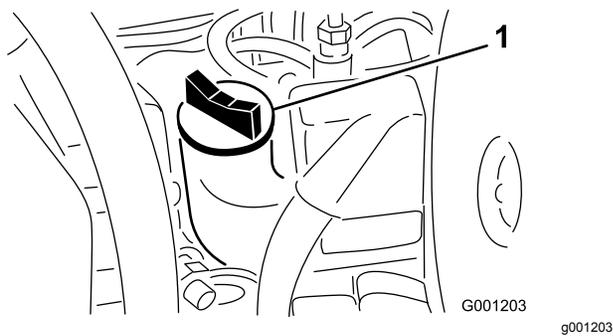

Figura 48
4. Si el nivel de aceite está por debajo de la marca Lleno, retire el tapón de llenado (Figura 48) y añada aceite hasta que el nivel llegue a la marca Lleno de la varilla. **No llene demasiado.**